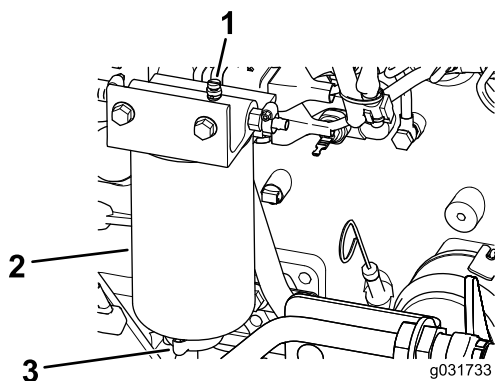

Figura 88
2. Liberte a válvula de escoamento que se encontra na zona inferior do filtro (Figura 88).
- Drene algum combustível ao desapertar o tampão de ventilação e abra a válvula de drenagem (Figura 88).